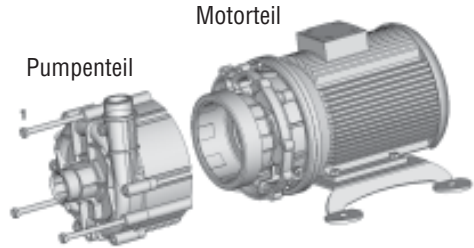

Bild 8.1.1 A - Erster Schritt der Demontage
- Lösen Sie die Schrauben (Bild 8.1.1 A, Pos.1), wie in der Ersatzteilliste beschrieben, und entfernen Sie das Pumpenteil von dem Motorteil.